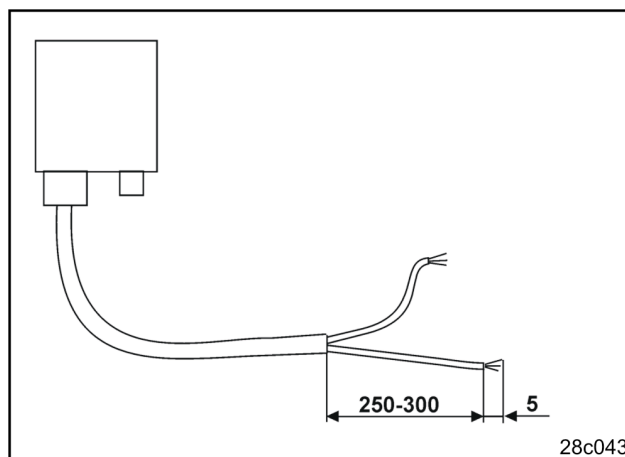

Fig. 5
- Fjern de yderste (Fig. 5) ca. 250 – 300 mm af batterikablets yderste isoleringslag
- Ledningerne afisoleres enkeltvis 5 mm (Fig. 5).